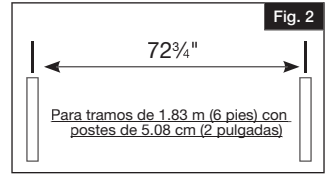

Fig. 2
- En las secciones de 1.83 m (6 pies) con postes de 5.08 cm (2 pulgadas): mida 184.78 cm ( $72\frac{3}{4}$ " ) desde el centro de un punto extremo y marque el lugar con una estaca (Fig. 2).
Mida el ancho del panel de valla (X); y sume el ancho del poste (Y). Esta es la medida normal de centro a centro (a menos que se corte el panel) para la ubicación del agujero de poste (Fig. 2).
Ahora tiene colocado un panel de valla en vertical entre los dos postes instalados (Fig. 2).